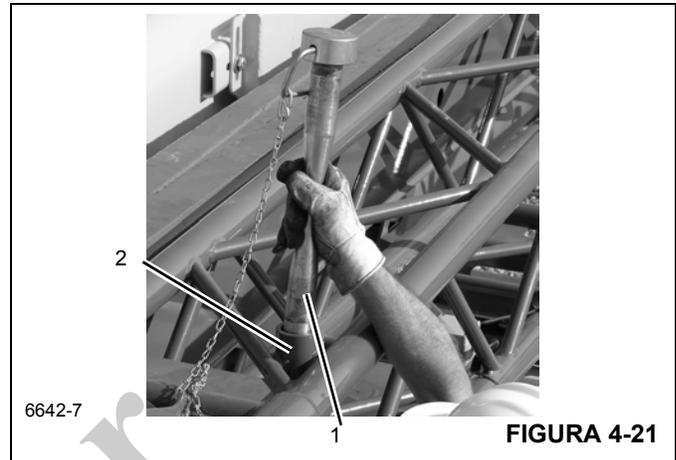

FIGURA 4-21
10. Almacene el pasador (1) (Figura 4-21) en el retenedor de pasador (2) en la extensión articulada.